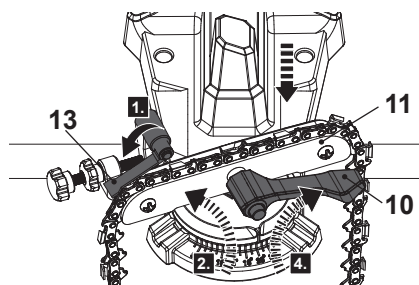

Fig. 3
1. Gire el tope de la cadena (13) hacia atrás y déjelo en su posición abierta (Fig. 3, paso 1).
2. Abra el tornillo de banco de la cadena de sierra (11) girando la palanca de sujeción (10) en sentido contrario a las agujas del reloj (paso 2) hasta que haya suficiente espacio para la cadena de sierra.
3. Coloque la cadena de la sierra con los elementos de accionamiento hacia abajo en el riel guía a través del tornillo de banco de la cadena de la sierra (11) (paso 3). La dirección de corte debe estar orientada hacia el disco abrasivo (15).
4. Sujete ligeramente la cadena de la sierra girando la palanca de sujeción (10) en el sentido de las agujas del reloj (paso 4). Asegúrese de que la cadena de la sierra pueda moverse libremente.